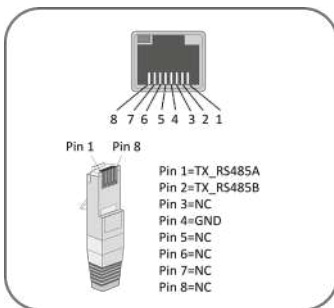

Abb. 35. Kabelanschlussbelegung
1. Isolieren Sie den Draht ab und befestigen Sie ihn in der entsprechenden Klemme (siehe Abb. 35).